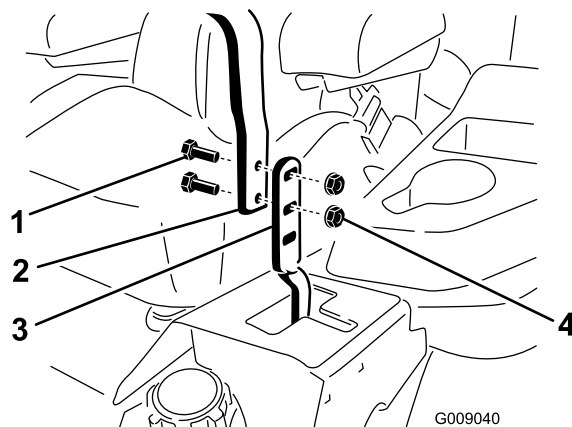

Figure 87
3. Desserrez les boulons et les écrous à embase situés dans les leviers (Figure 87).